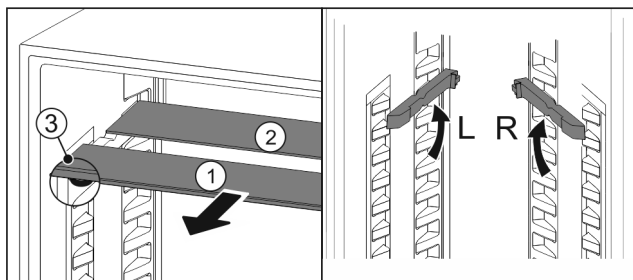

Fig. 33
- ▶ Steklene plošče posamično izvlecite Fig. 33 (1) naprej.
- ▷ Steklena plošča Fig. 33 (1) z okrasno letvijo je spredaj.
- ▷ Zaustavljalniki Fig. 33 (3) so obrnjeni navzdol.